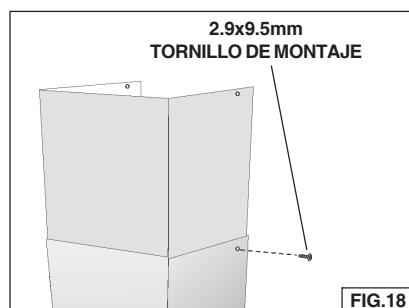

FIG.18
13. Asegúre el tubo decorativo inferior al tubo decorativo superior con el tornillo de montaje (2.9x9.5mm). Taladre el agujero (D. 1/16", 2mm) en el tubo decorativo superior (Fig. 18).